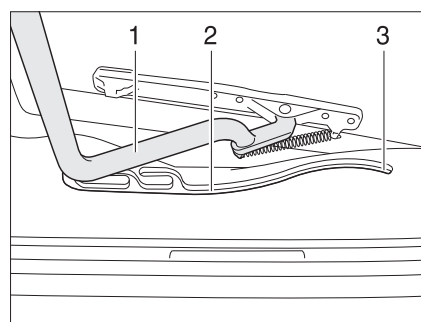

Fig. 65 Claraboya Heki, guía
- Tirar la horquilla (Fig. 65,1) en las guías (Fig. 65,2) hasta la posición trasera final (Fig. 65,3).
- Empujar el estribo (Fig. 65,1) ligeramente hacia arriba con ambas manos.
- Tirar el estribo en las guías (Fig. 65,2) hasta la posición deseada.